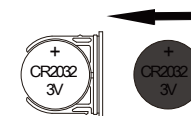

fig.2
---Inserire la batteria CR2032 nel vano batteria, con il polo positivo (+) rivolto verso l'alto (fig.2)